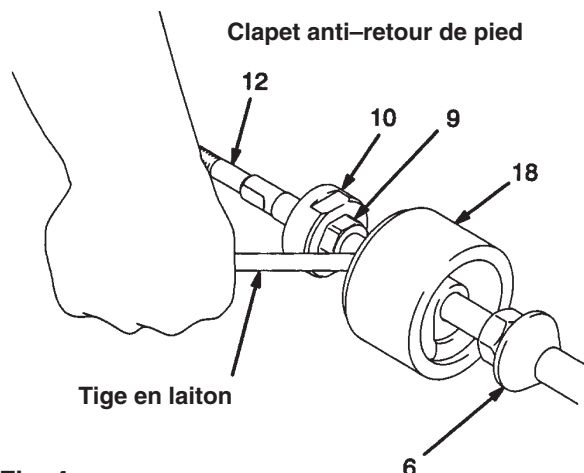

Fig. 4
2. Maintenir les méplats de la tige (12) de la palette de gavage à l'aide d'une clé à molette et, à l'aide d'une seconde clé, dévisser l'écrou (14) de cette palette. Dissocier la palette de gavage (15) et son guide (13) de la tige. Vérifier que la surface externe du guide (13) et les surfaces internes et externes de la palette (15) ne présentent aucune éraflure, trace d'usure ou autres dégâts.
3. Serrer la pompe en position verticale dans un étau. Desserrer l'écrou de presse-étoupe (2) à l'aide de la clé (104) fournie avec la pompe ou d'un marteau et d'une tige en laiton.
4. A l'aide d'une clé à douille, retirer les six vis à tête six pans longues (32).
5. Tapoter sur la partie inférieure du carter de sortie (19) à l'aide d'un maillet en caoutchouc pour dégager le carter du cylindre (4). Retirer le carter de sortie de la pompe et le mettre de côté. Prendre soin de ne pas érafler la tige de piston (1) en enlevant le carter. Retirer le joint (39) de la partie supérieure du cylindre.
6. Retirer le cylindre (4) du logement du clapet de pied (17) en le soulevant. La tige de piston (1), l'ensemble de piston, l'ensemble de clapet de pied et la tige (12) de la palette de gavage sortiront d'eux-mêmes avec le cylindre.
7. Placer le cylindre (4) en position latérale dans un étau à mâchoires souples. A l'aide d'un maillet en caoutchouc, tapoter sur l'extrémité de la tige (12) de la palette de gavage, retirer la tige de piston (1) et l'ensemble de piston de la partie supérieure du cylindre (4). Continuer à sortir la tige de piston du cylindre en la tirant jusqu'à ce que la tige (12) de la palette de gavage se dégage d'elle-même.
8. Sortir le joint d'étanchéité (39) du bas du cylindre (4). Exposer le cylindre à la lumière pour vérifier que sa surface interne ne présente aucune trace d'éraflure ou autre dégât.
9. Serrer les méplats de la tige de piston (1) dans un étau. A l'aide d'une tige en laiton de 13 mm, faire lever pour écarter l'ensemble de clapet de pied du guide de tige (18), de manière à pouvoir se servir des clés sur l'ensemble de clapet de pied. Voir Fig. 4.